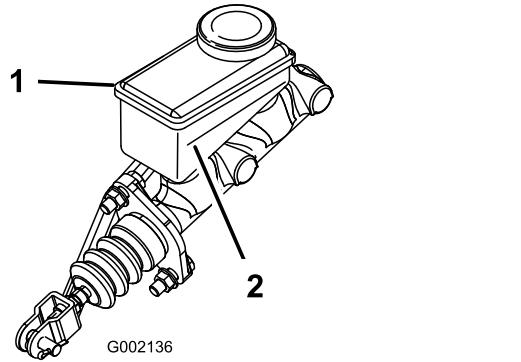

図 61
3. タンクの側面についているマークで、量を点検する 図 61。
- B. 最低ラインより上まで DOT 3 ブレーキ液を補給する図 61。